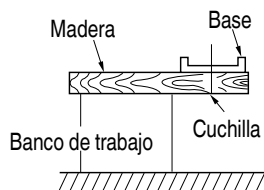

Fig. 18
- (1) Posicione la unidad en ángulo recto con respecto a la superficie (inclinación de 0 grados).
- (2) Mientras sostiene la sección guía de la cubierta de virutas abierta con la mano, empujela hacia la unidad principal.
- (3) Inserte los enganches de la cubierta de virutas en las ranuras de la unidad principal.
- (4) Al desacoplar, separe los enganches de la cubierta de virutas y sáquelos de las ranuras de la unidad principal.
11. Prepare un banco de trabajo (Fig. 18)